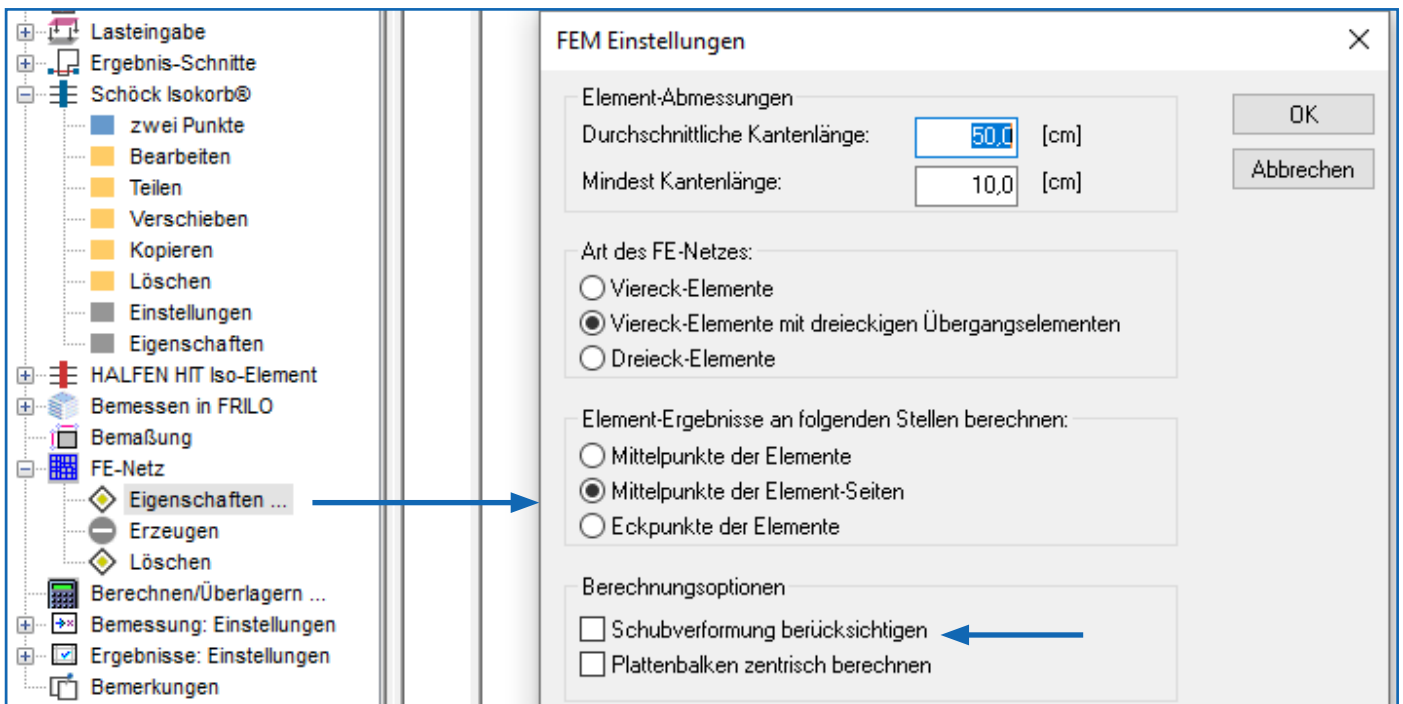

Abb. 1: Auswahl der Berechnung mit Schubverformung
- An jedem Rand treten 3 Randschnittgrößen auf (Biegemoment, Drillmoment und Querkraft). Im PLT wird standardmäßig die schubstarre Plattentheorie nach KIRCHHOFF-LOVE genutzt. Mit dieser Plattengleichung lassen sich durch Vernachlässigung des Querschubs nur 2 Randbedingungen erfüllen [3]. Daher werden Randquerkräfte und Randdrillmomente zu einer Ersatzquerkraft zusammengefasst. Abhängig von den Auflagerbedingungen entspricht die Querkraft dann nicht den Auflagerkräften. Zur Vermeidung dieses Problems wird die Berechnung mit Schubverformungen empfohlen (siehe Abb. 1).